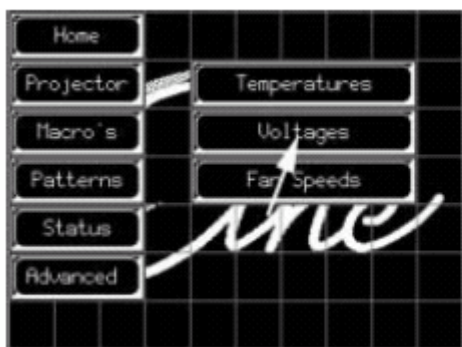

图 10-45 状态电压被选中
1. 按“**Voltages**”（电压）按钮。（图 10-45）